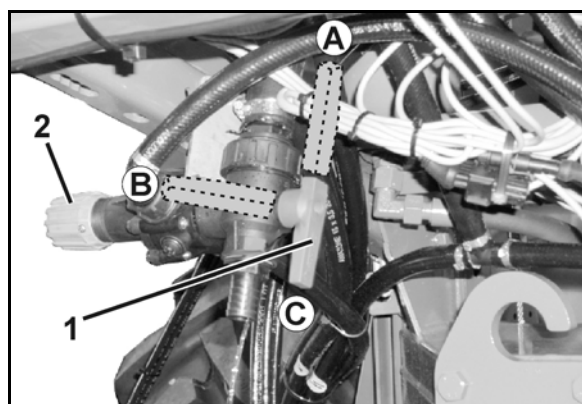

Fig. 110
- le robinet inverseur DUS (Fig. 110/1).
- la vanne de réduction de pression DUS (Fig. 110/2). La vanne de réduction de pression DUS a été réglée de manière définitive en usine et réduit la pression dans le système de circulation de pression à 1 bar.
- Si le robinet inverseur DUS est en position (Fig. 110/A), le système de circulation de pression est activé.
- Si le robinet inverseur DUS est en position (Fig. 110/B), le système de circulation de pression est désactivé.
- Si le robinet inverseur DUS est en position (Fig. 110/C), il est possible de vidanger le pulvérisateur.